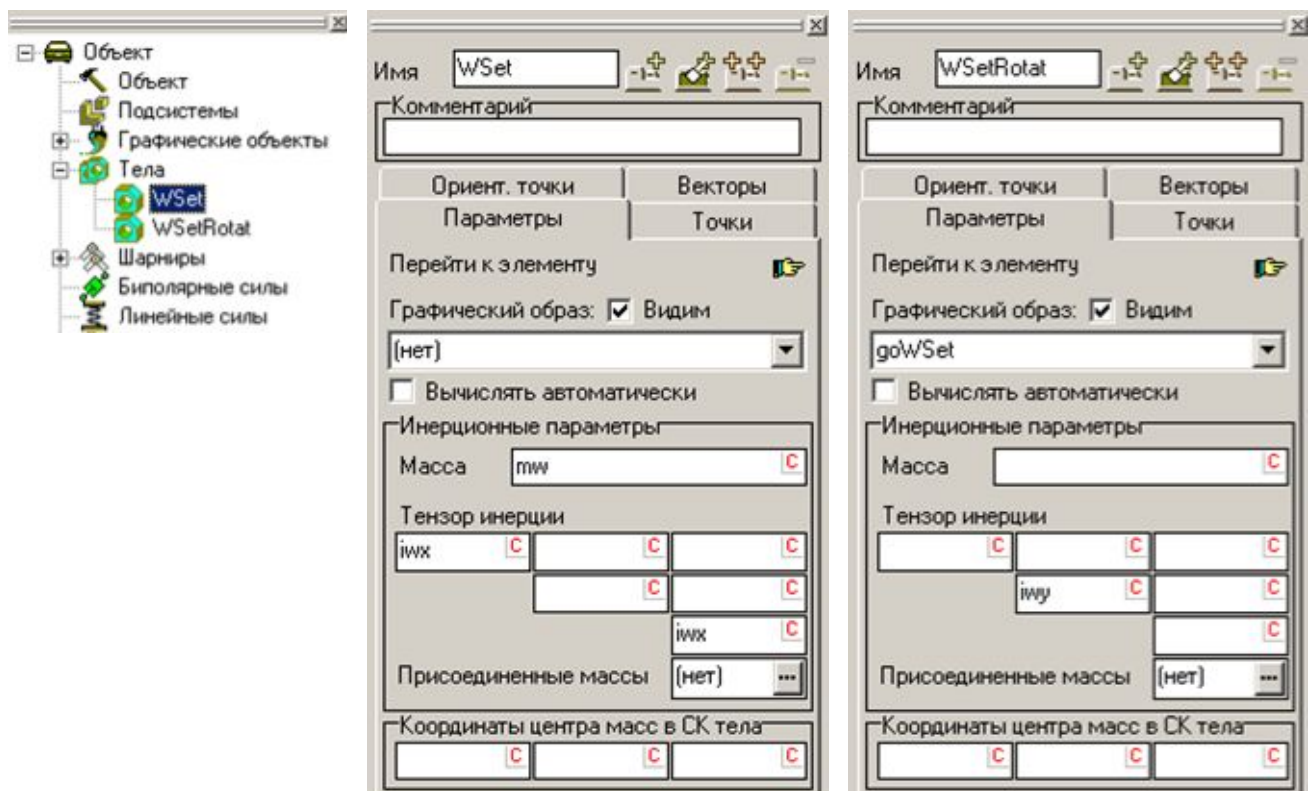

Рис. 2.7. Задание инерционных параметров колесной пары (слева – для базы колесной пары, справа – для гиростата)
2. Выделите тело **WSet** в списке элементов (рис. 2.7, слева).
3. Назначьте массу (**mw**) и моменты инерции относительно осей X и Z (**iwx**) используя идентификаторы **mw = 3650** кг, **iwx = 1000** кг·м2, см. рис. 2.7, в центре.
4. Выделите тело **WSetRotat** и назначьте момент инерции тела относительно оси Y используя идентификатор **iwy = 500** кг·м2, см. рис. 2.7, справа.